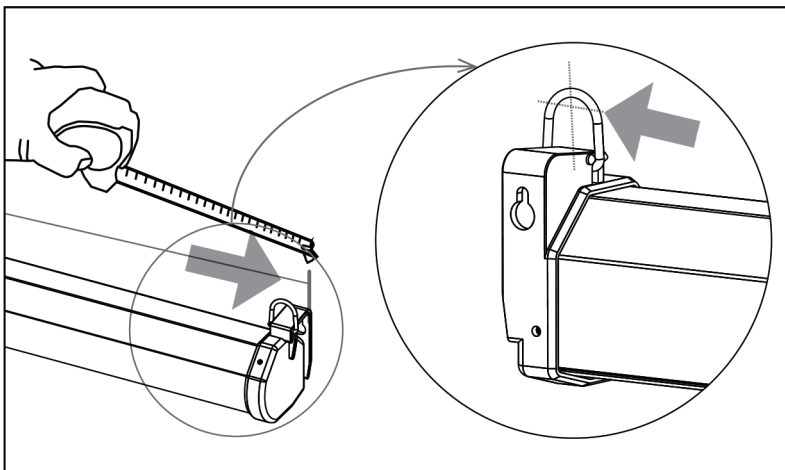
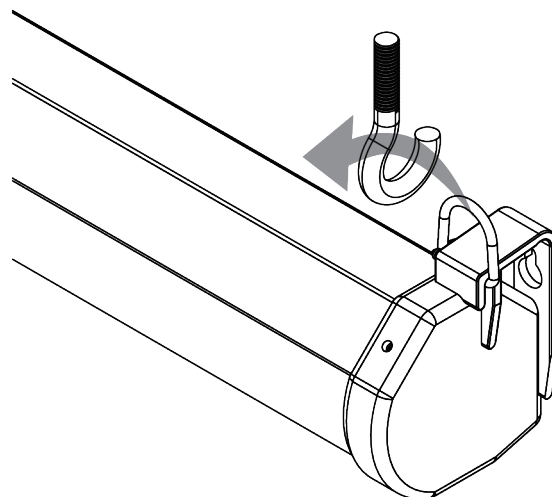

Рис. 4
Рис. 5
- крепление на потолок: замерьте расстояние между петлями на корпусе, как показано на рис. 4. Прикрутите на этом расстоянии крючки к потолку и повесьте экран, как показано на рис. 5.